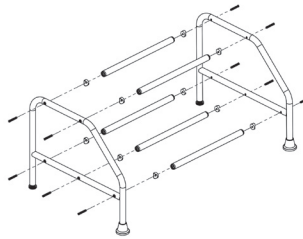

Imagen 2
3. Ensamblar primero las patas y los travesaños centrales (ref.B) utilizando los racores abocinados y los tornillos como en (imagen 2)